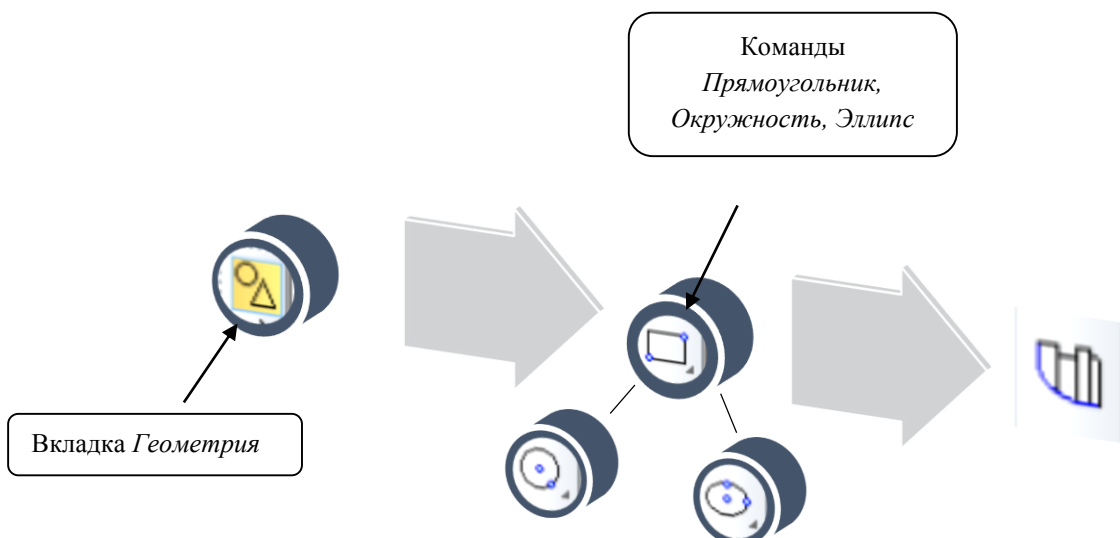

Рисунок 40 – Создание местного вида
- на вкладке *Геометрия* выбрать одну из команд: *Прямоугольник*, *Окружность* либо *Эллипс* – и создать на чертеже (рисунок 40);